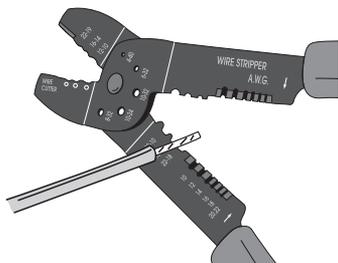

Figure 10
- 1. Dénuder les fils sur une longueur de 0,5 cm (½") (figure 10)**
Strip wires over 0.5 cm (½ inch) (figure 10).